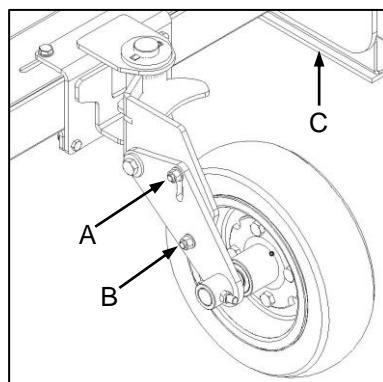

Fig. 7
- ✓ To set working height, loosen the pivot bolt (Fig. 7-A) while removing the height setting bolt (Fig. 7-B) completely.
- Note that the articulated rear wheels may be used with the side panels and skids still in place. However, these must be suitably adjusted to prevent any ground contact during operation (Fig. 7-C). Failure to observe this requirement will result in structural and mechanical failure not covered under warranty.
- ✓ Om die werkshoogte te stel, draai die spilbout los (Fig. 7-A) los en verwijder die hoogteverstellingsbout heeltemal (Fig. 7-B).
- Let daarop dat die geartikuleerde agterwiele gebruik kan word met die sypanele en glystukke steeds in posisie. Dié moet egter so verstel word dat daar geen grondkontak tydens bedryf is nie (Fig 7-C). Versuim om hierdie vereiste na te kom sal tot strukturele en meganiese onklaarraking lei wat nie onder waarborg gedek word nie.